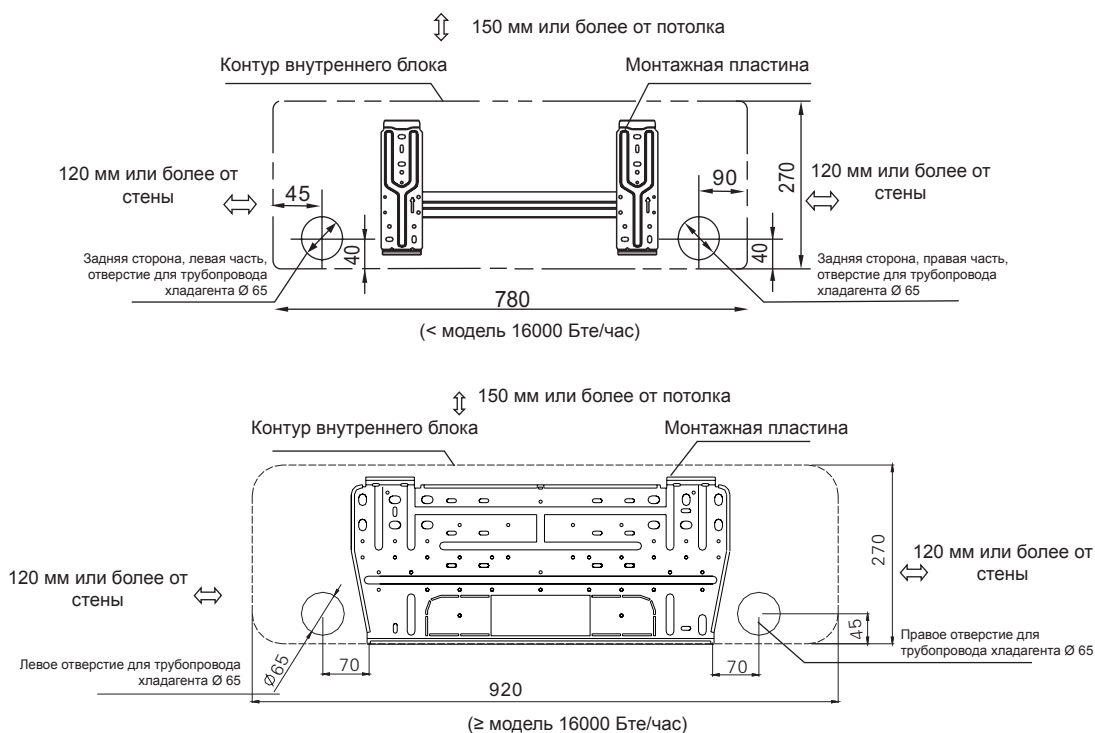

Рис. 5
1. Определите положение отверстия в соответствии со схемой на Рис. 5. Просверлите 1 (одно) отверстие ( $\varnothing 65$  мм) с небольшим наклоном к наружной стороне.